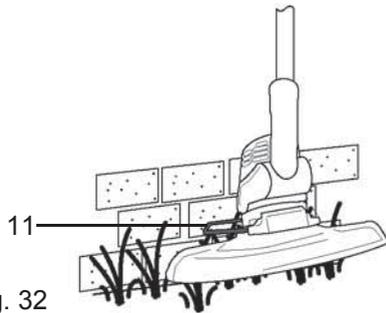

Fig. 32
- > Pour tondre les bordures, réglez la tête de coupe sur l'angle qui convient. Évitez de heurter des objets durs (murs, pavés etc.) avec le fil de coupe. Utilisez l'étrier afin d'empêcher tout contact du fil de coupe avec le sol, faute de quoi il risquerait d'être endommagé. (Fig. 32).